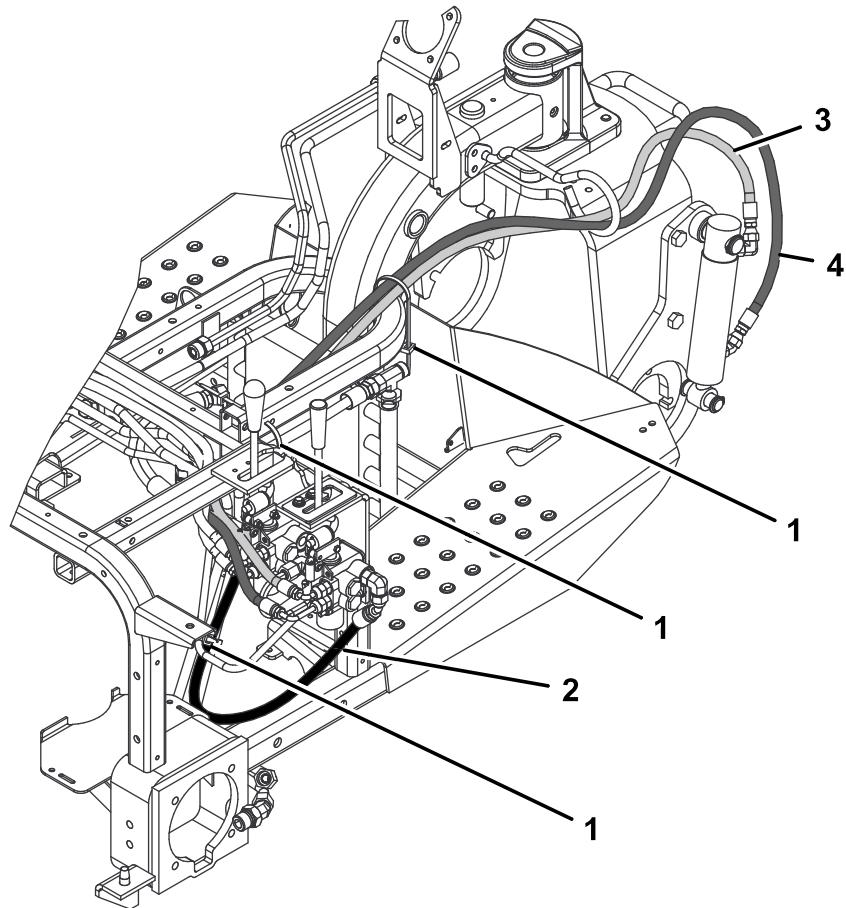

Рисунок 21
- Подсоедините конец гидравлического шланга с 45°-градусным штуцером (№ по каталогу 108-8449) к прямоугольному штуцеру на правой стороне клапана, а прямой конец шланга — к свободному штуцеру маслоохладителя (Рисунок 19). Информацию о прокладке шланга см. в Рисунок 20 и Рисунок 21.
- Подсоедините короткий конец гидравлического шланга с прямоугольным штуцером (№ по каталогу 108-8453) к верхнему прямому штуцеру на задней стороне клапана. Проложите шланг через держатель армированного шланга и подсоедините прямой конец шланга к верхней части штуцера гидроцилиндра (Рисунок 19). Информацию о прокладке шланга см. в Рисунок 20 и Рисунок 21.
шланга и подсоедините прямой конец шланга к нижней части штуцера гидроцилиндра (Рисунок 19). Информацию о прокладке шланга см. в Рисунок 20 и Рисунок 21.
7. Используя кабельные стяжки, закрепите шланги на машине в местах, показанных на Рисунок 20 и Рисунок 21.